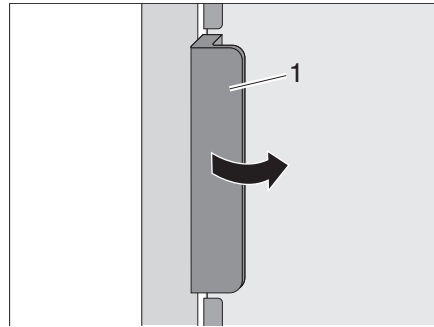
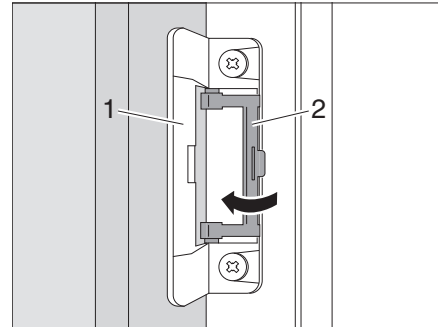

Fig. 363 Ouvrir la porte du réfrigérateur
Fig. 364 Bloquer la position de ventilation
- Ouvrir la porte du réfrigérateur avec la poignée (Fig. 363,1). Le verrouillage (Fig. 364,1) sera débloqué automatiquement.
- Rabattre le dispositif de blocage (Fig. 364,2).